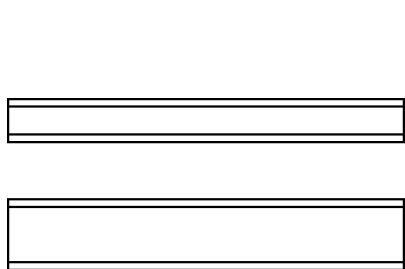

图 4-50 绘制俯视图棱线
(5) 单击“默认”选项卡“绘图”面板中的“直线”按钮，结合基点捕捉功能绘制俯视图棱线，偏移距离为 2，结果如图 4-50 所示。
(6) 单击“默认”选项卡“绘图”面板中的“构造线”按钮，绘制左视图构造线。首先指定适当一点绘制 -45°构造线，继续绘制构造线，命令行提示与操作如下：